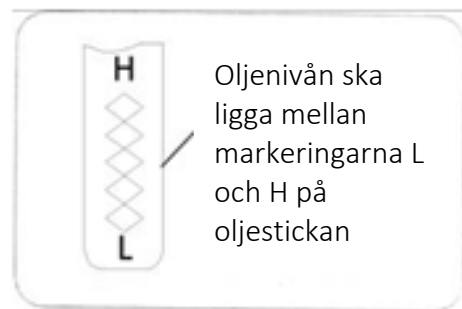

Fig. 29
4. Skruva loss oljepluggen med mätstickan och läs av oljenivån på mätstickan. Om oljenivån ligger under markeringen "L" (LOW), fyll långsamt på olja så att den når markeringen "H" (HIGH), se bild 29.